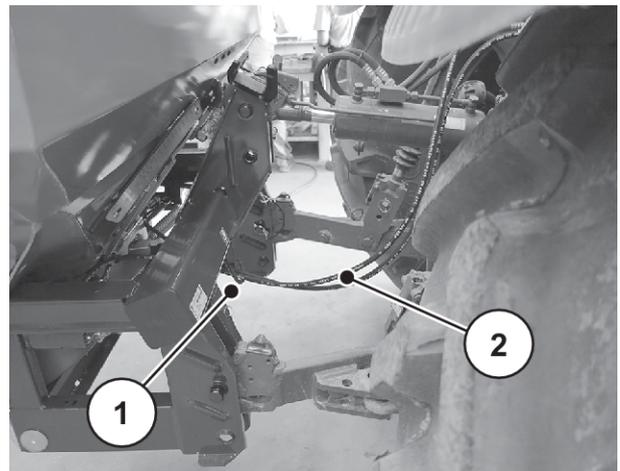

Abb. 23: Führung Hydraulikschläuche
- ▶ Hydraulikschläuche unterhalb des Querrohres verlegen. Siehe *Abb. 23 Führung Hydraulikschläuche*